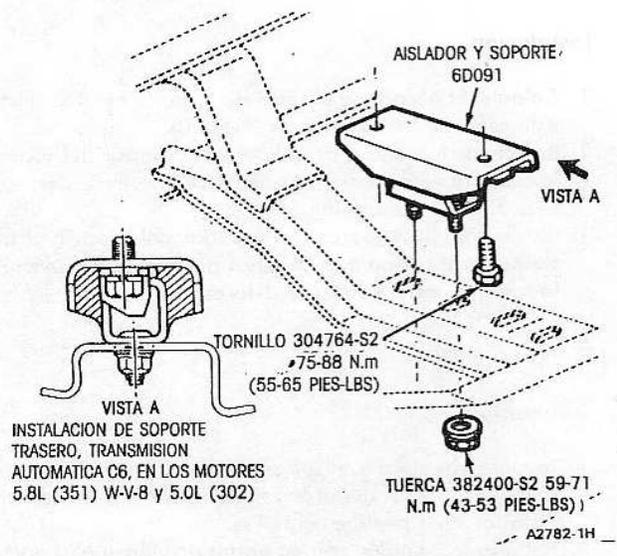

Fig. 11. Soporte Trasero de Motor—E-100-E-250
2. Quite las tuercas del aislador del soporte que aseguran el aislador al travesaño (Fig. 11).
1. Coloque el soporte del aislador; luego, instale los tornillos de sujeción del soporte a la transmisión (Fig. 11). Apriételos conforme especificaciones.